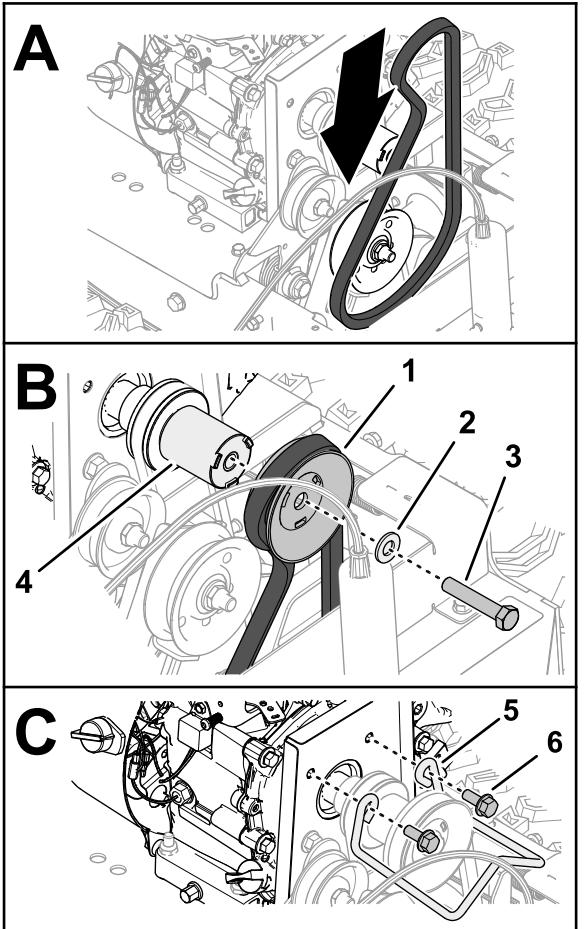

Figura 45
- Montate la cinghia da 96 cm nella scanalatura della puleggia dell'albero di trasmissione (Figura 45).
- Montate la cinghia nella scanalatura della puleggia di trasmissione della spazzola (Figura 45).
- Montate la puleggia di trasmissione della spazzola nel distanziatore della puleggia (Figura 45).
- Fissate la puleggia e il distanziatore all'albero di trasmissione (Figura 45) con la vite a testa cilindrica (3/8" x 2").
- Montate il guidacinghia al motore con le 2 viti a testa cilindrica con flangia (Figura 45).